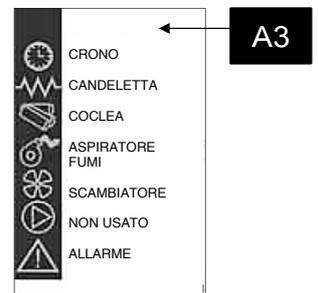

Figura 1
- (A3) STATO pag. 3 F-2 e pag. 18 figura 1
La **figura 1** descrive il significato dei segnalatori di stato sulla parte sinistra del display.
Quando il LED è acceso, significa che è attivo il componente corrispondente alla **figura 1 pag. 18**